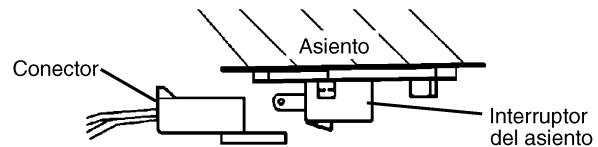

FIGURA 4
- Enchufe el conector del interruptor del asiento en el interruptor localizado en la parte inferior del asiento. Asegúrese de que el conector se enlace al cuerpo del interruptor (Vea la FIGURA 4).